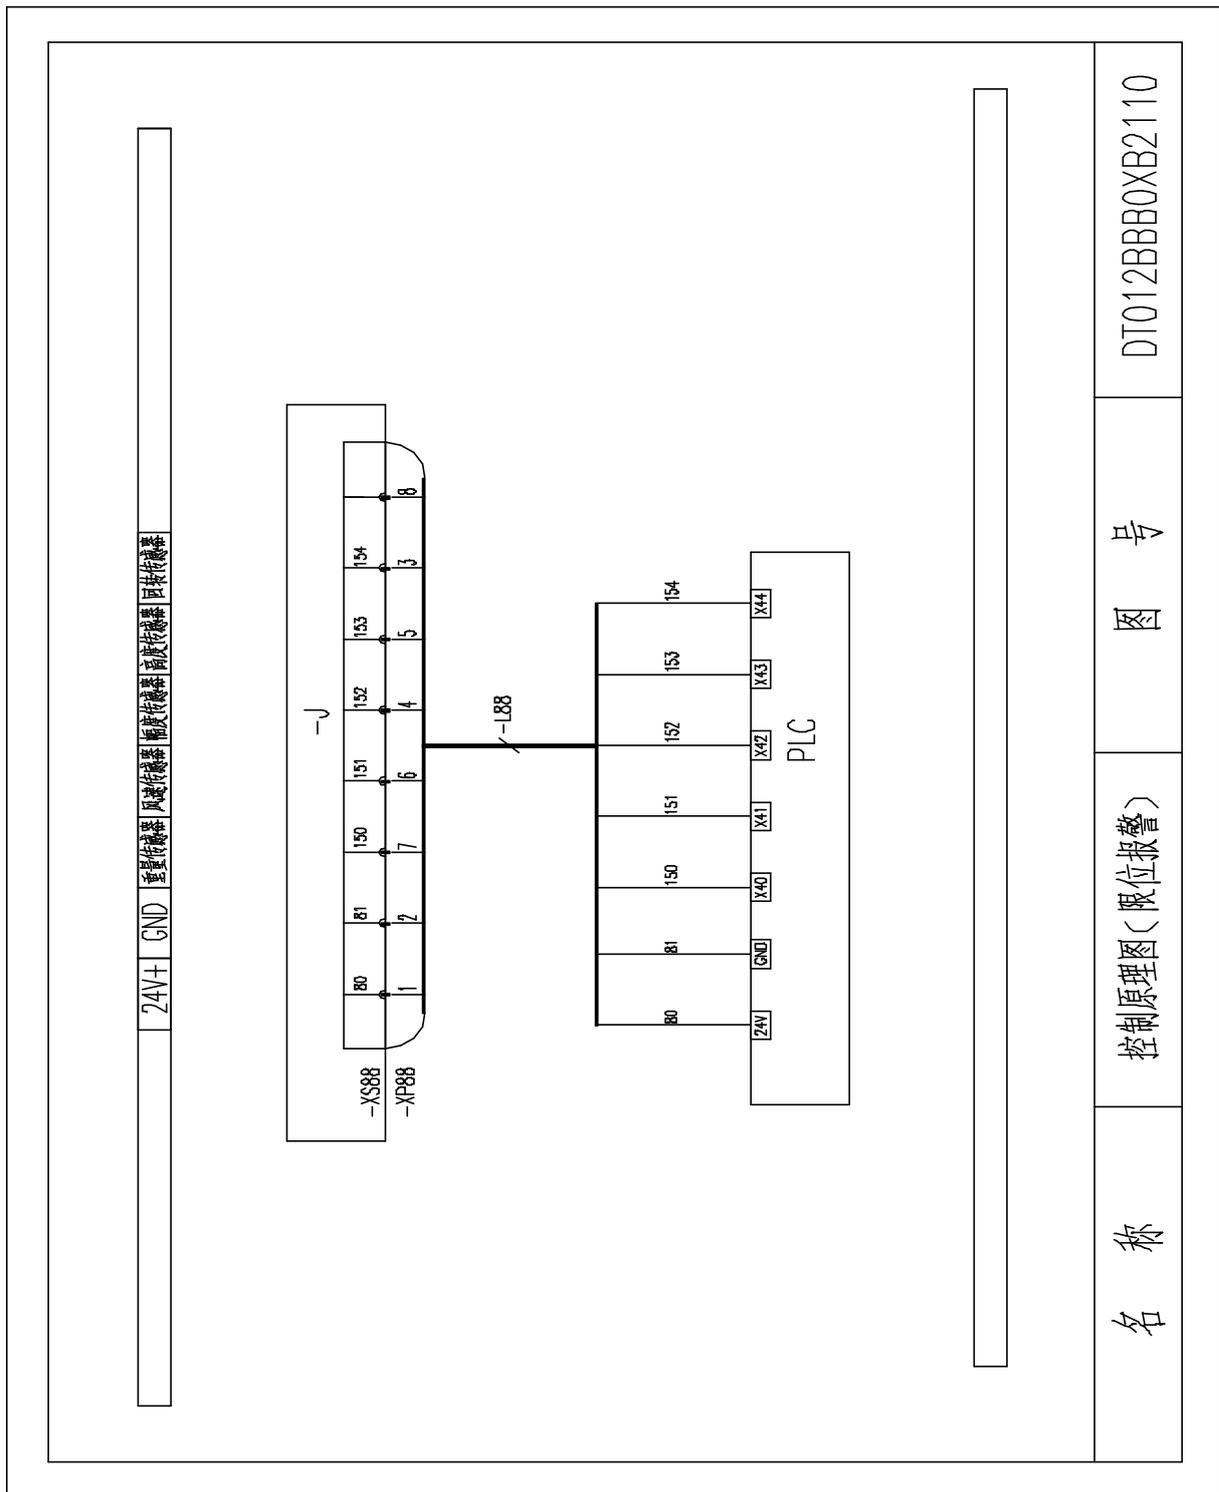

图 3.1-12
1.12 控制原理图 (模拟量限位部分 见图 3.1-12)